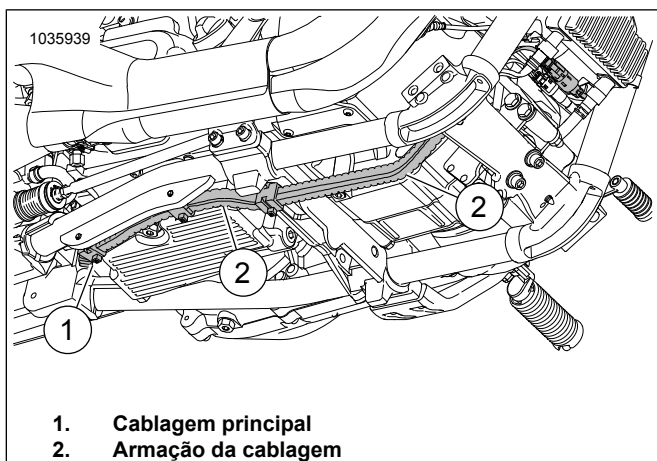

Figura 44. Armação da cablagem
14. Ver Figura 44. **Sensor de oxigênio dianteiro (fio longo do chicote):**
- Localize a cablagem principal (1) que leva à armação da cablagem (2).
- Encaminhar o chicote ao longo da caixa de componentes elétricos do chicote principal (2), em direção ao conector do sensor de oxigênio dianteiro.
- Fixe a cablagem ao lado interno da armação da cablagem (2) com abraçadeiras conforme necessário.